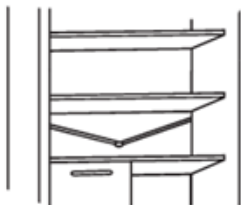

Fig. 19
- Przytrzymaj avløpsslangen (rys. 19) do końca.